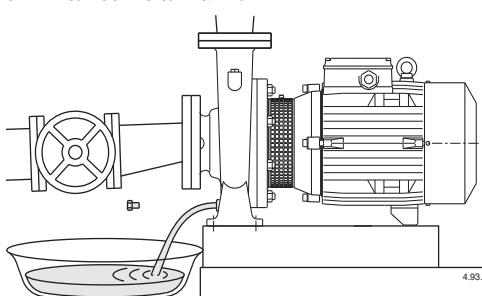

Рис. 4 Слив воды
**При продолжительных простоях, когда существует опасность замораживания жидкости, она должна быть полностью слита Рис. 4.**